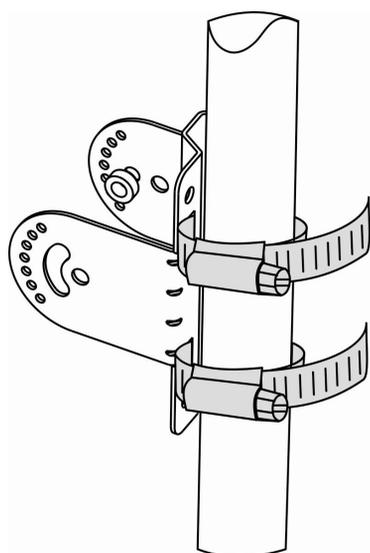

图3-2 支架抱杆安装
2) 抱杆安装：将抱杆挂墙固定架用 2 个抱箍穿过固定架背部开槽与安装杆紧固，如图 3-2；